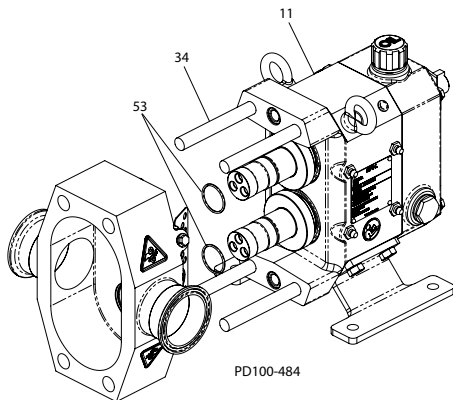

Figure 33 - Retirer le corps de la pompe
1. En utilisant un maillet, tapez le corps vers l'avant jusqu'à ce que les chevilles soient libérées de la boîte d'engrenages (Figure 33, objet 11).